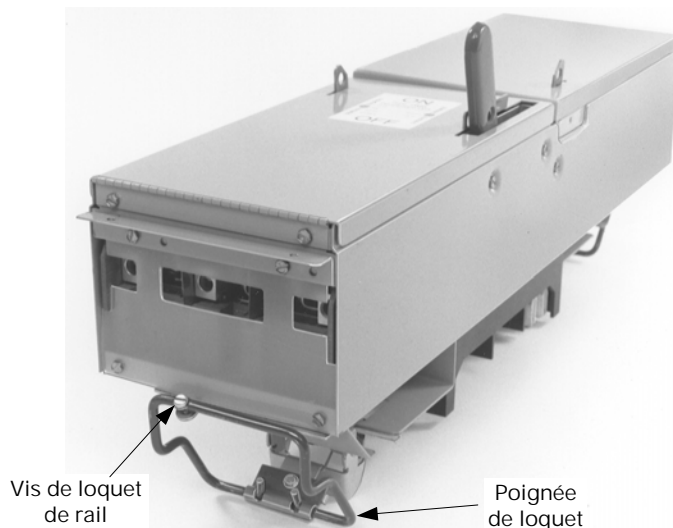

Figure 1. Retrait de l'interrupteur de l'équipement.
1. **Retirer l'interrupteur.** Desserrer les vis de loquet de rail et retirer l'interrupteur en tirant vers le haut sur les poignées de loquet en tirant le dispositif de l'équipement comme montré à la Figure 1.